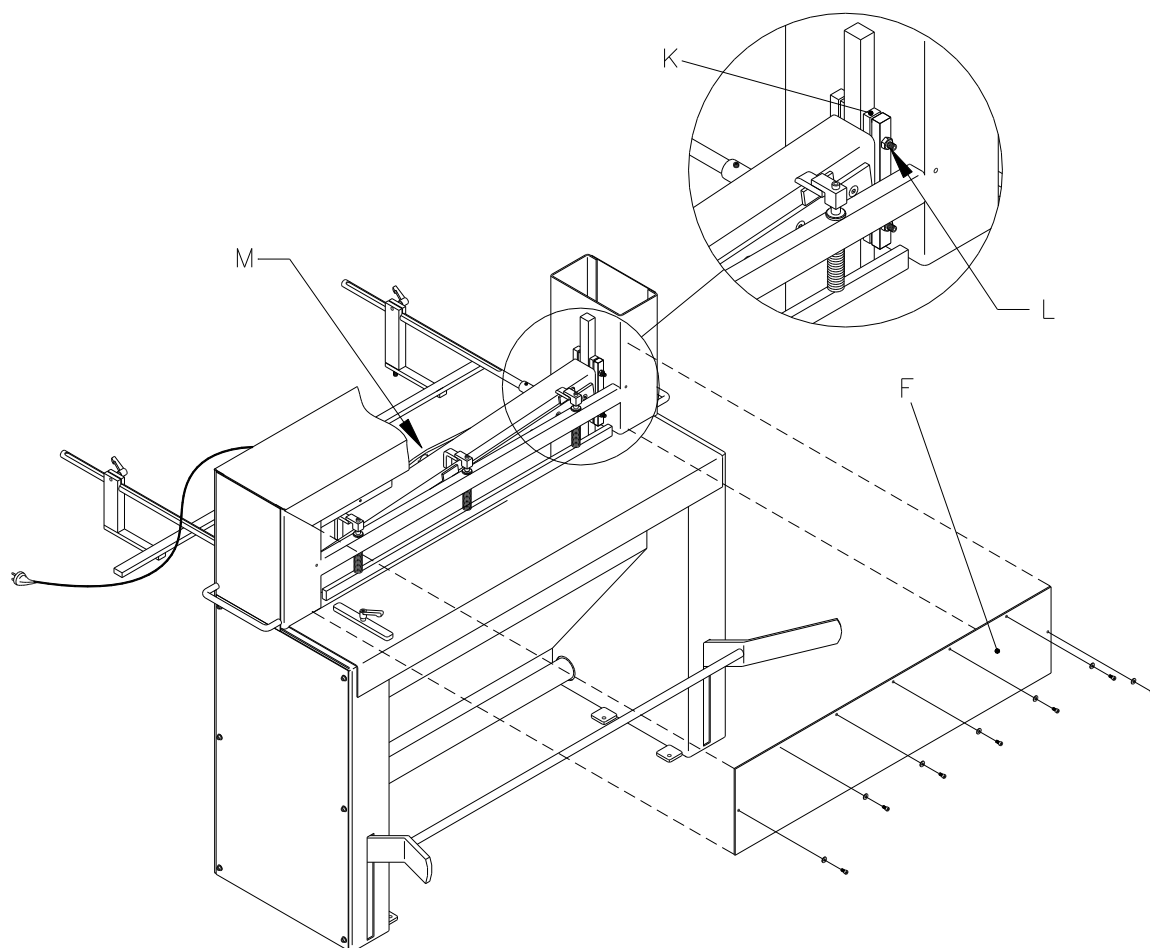

Fig. 2.2
Ved justering af overkniven afmonteres først beskyttelsepladen (F), derefter løsnes de 8 møtrikker (L), der holder glidestængerne (J) i spænd (se fig. 2.2), samt møtrikken (M), der holder forstærkningen på knivvangen i spænd.